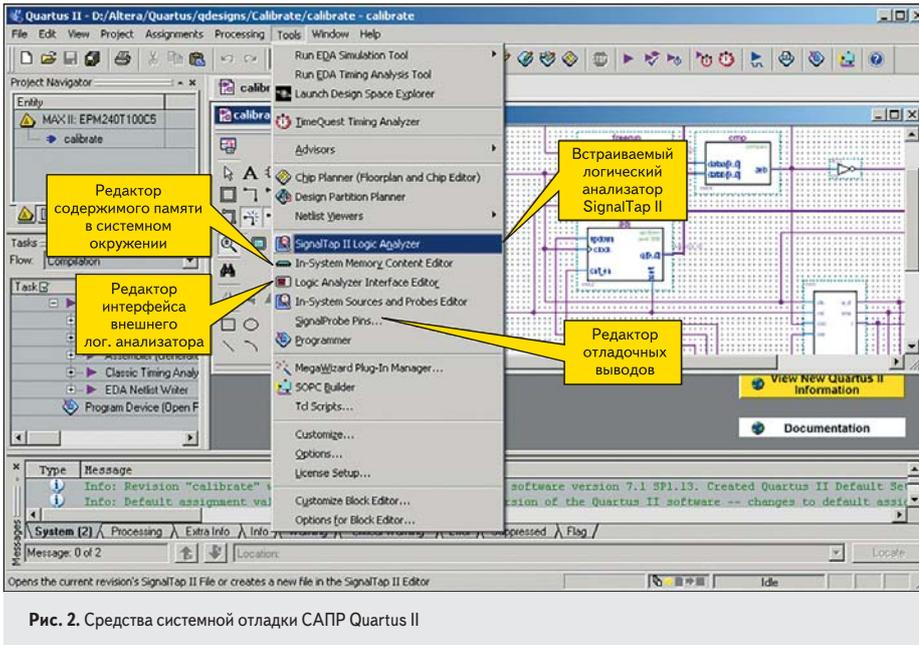
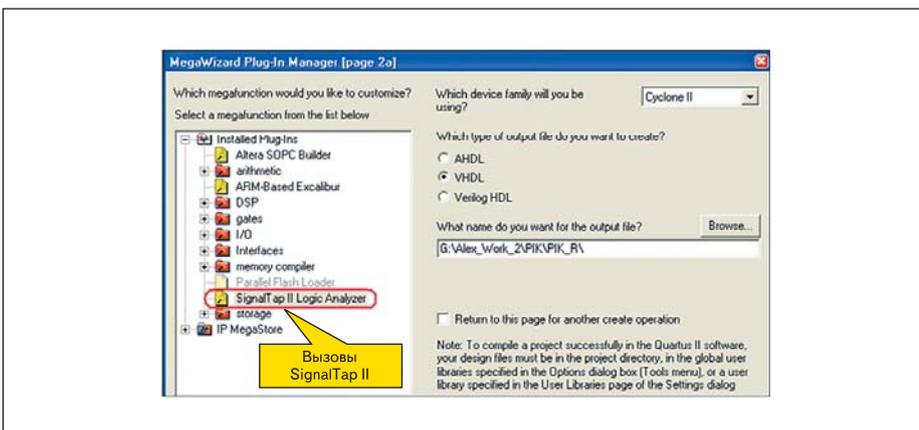

Рис. 2. Средства системной отладки САПР Quartus II
Рис. 15. Вызов мегафункции SignalTap II через MegaWizard
САПР Quartus II предоставляет комплекс средств для системной отладки проектов, позволяющих как заменить внешние приборы измерения и анализа, так и облегчить подключение этих внешних приборов. К средствам системной отладки САПР Quartus II (рис. 2) относятся:
- выбрать пункт меню Tools => Logic Analyzer Interface Editor (рис. 2);
Встраиваемый в проект логический анализатор SignalTap II представляет собой параметризируемую мегафункцию, имеющую специализированный пользовательский интерфейс. Доступ к мегафункции SignalTap II возможен как с помощью редактора параметризируемых модулей MegaWizard (рис. 15), так и через специализированный пользовательский интерфейс — открытием str-файла в окне Tools, как показано на рис. 2.